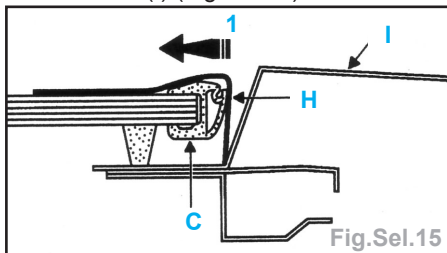

Fig.Sel.15
- Insérer la barrette rigide en plastique (H) que comporte ce ruban adhésif entre la lèvre souple (C) et la tôle peinte du panneau d'aile (I) (Fig.Sel.15).